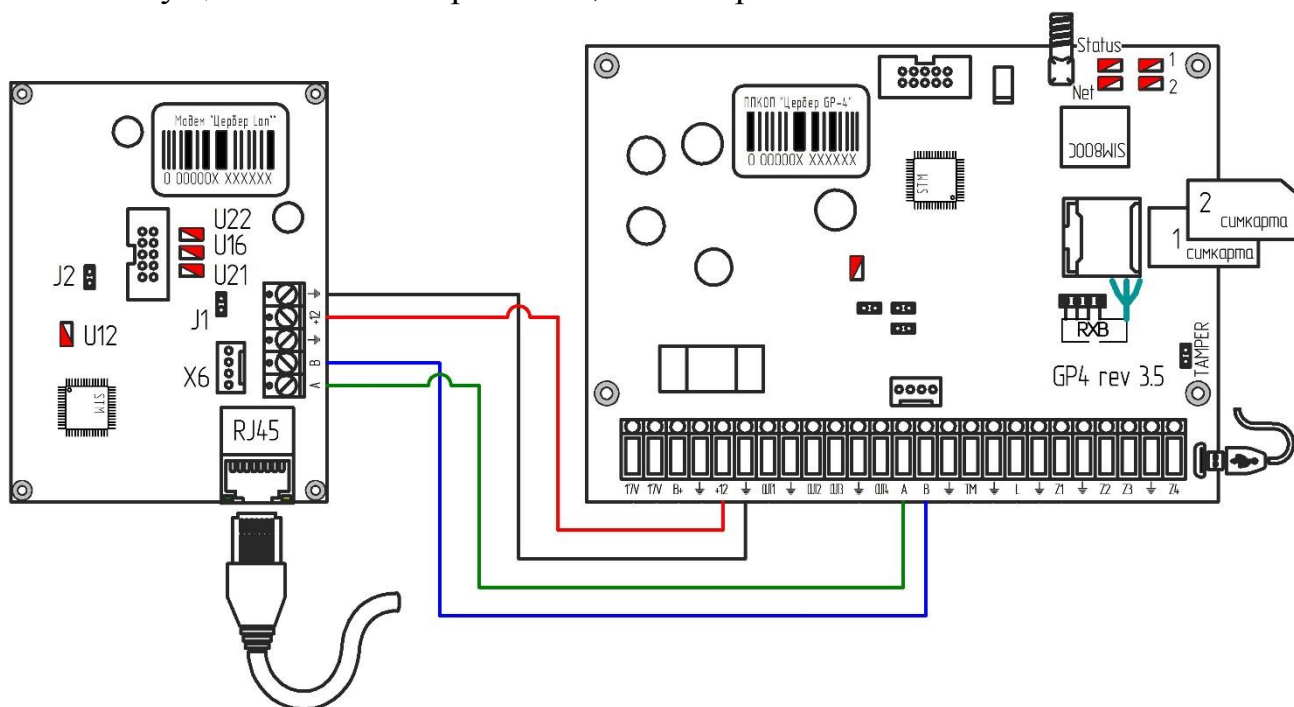

Рис. 44
3. ППКОП «Цербер GP4» + модем «Цербер LAN» (рис.44). Основным каналом связи в данном случае будет являться GSM канал. В случае невозможности доставки событий по GSM каналу доставка событий будет происходить через TCP/IP (Ethernet). При восстановлении основного канала связи прибор автоматически переключится на него. Дистанционное управление прибором можно осуществлять как через GSM, так и через TCP/IP каналы связи.